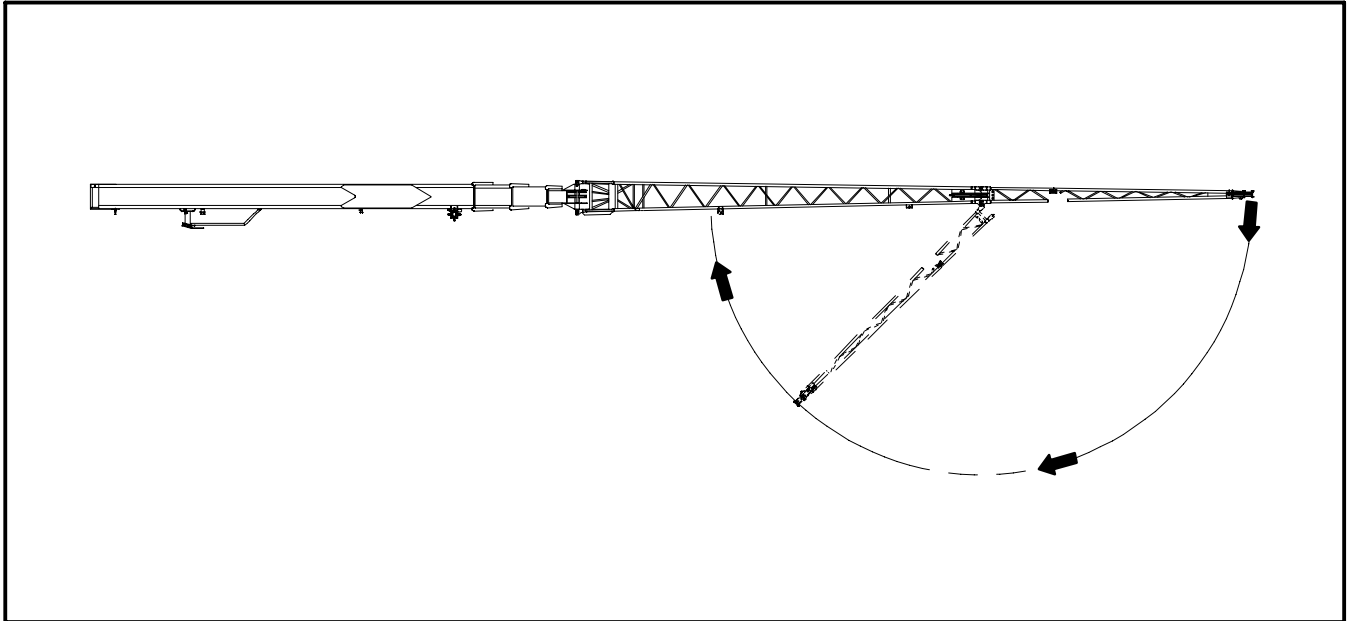

Figura 4–53
11. Retire los dos pasadores de conexión de la punta del plumín en el lado izquierdo de esta sección. Consulte la Figura 4–52. Guarde los pasadores y soportes en la ubicación de almacenamiento ubicada en la parte trasera de la sección de la punta del plumín.